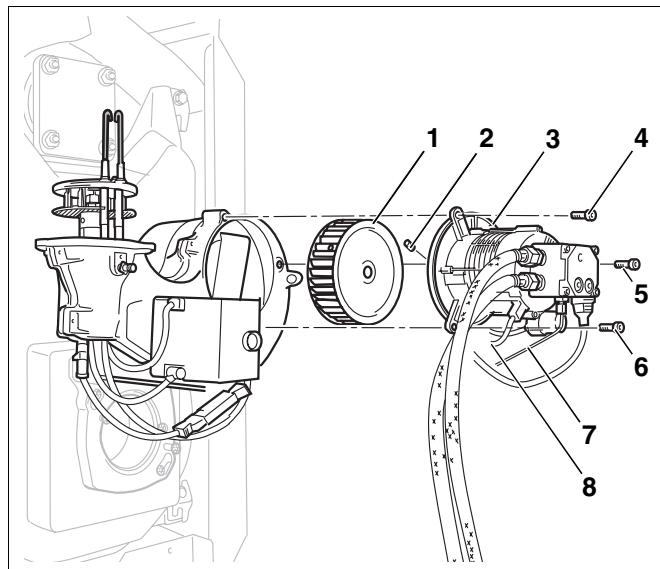

Рис. 25 Очистка или замена крыльчатки вентилятора
- Вынуть штекер мотора (рис. 25, **поз. 8**) и штекер электромагнитного клапана.
- Открутить топливную трубу (рис. 25, **поз. 7**) от топливного насоса.
- Открутить болты (рис. 25, **поз. 4–6**) фланца крепления мотора.
- Снять мотор (рис. 25, **поз. 3**) с крыльчаткой вентилятора (рис. 25, **поз. 1**).
- Осмотреть крыльчатку (рис. 25, **поз. 1**), если нужно, очистить или заменить ее.
- Чтобы снять крыльчатку вентилятора (рис. 25, **поз. 1**), открутить штифт (рис. 25, **поз. 2**).
- Вновь установить и закрепить мотор (рис. 25, **поз. 3**) с крыльчаткой (рис. 25, **поз. 1**). Зазор между крыльчаткой вентилятора (рис. 25, **поз. 1**) и фланцем мотора должен составлять 0,5–0,8 мм.
- Установить топливную трубу (рис. 25, **поз. 7**) на топливный насос.
- Вставить штекер мотора (рис. 25, **поз. 8**) и штекер электромагнитного клапана.